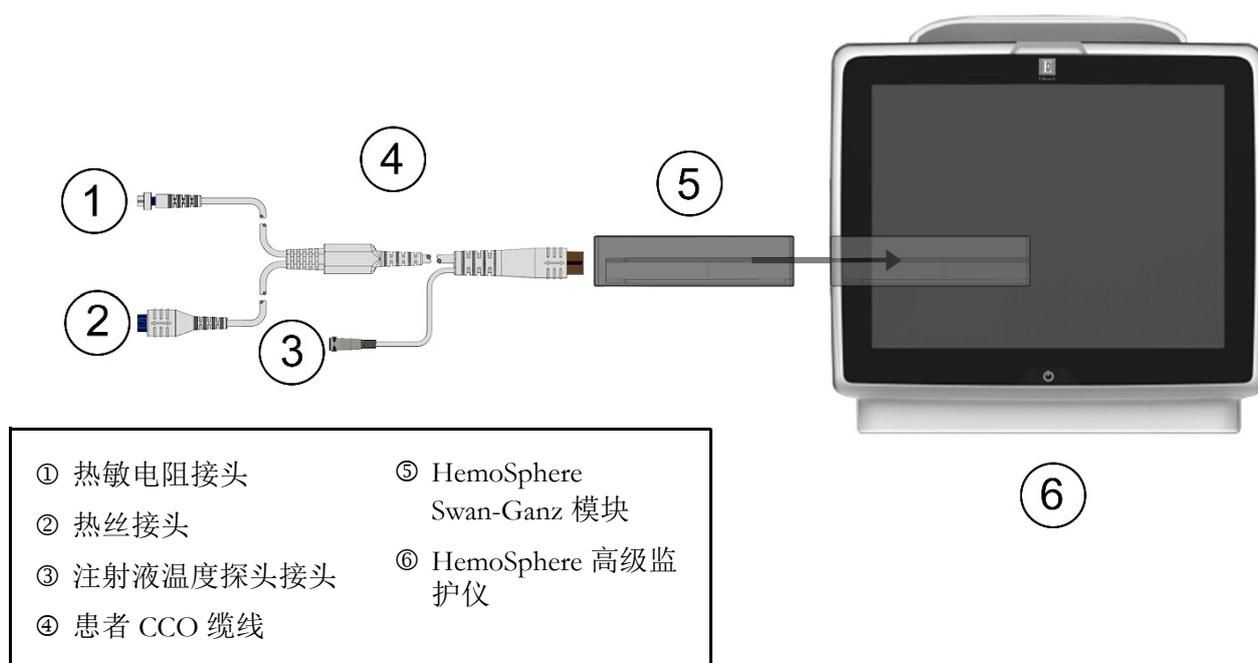

图 4-1 HemoSphere Swan-Ganz 模块监测连接概览
请参阅图 4-1 了解 HemoSphere Swan-Ganz 模块监测连接。
- 10 将热敏电阻 ① 和热丝 ② Swan-Ganz CCO 导管接头（图 4-1）连接到患者 CCO 缆线。
- 10 将 Swan-Ganz 导管热敏电阻接头（①，图 4-1）连接到患者 CCO 缆线。
- 11 将注射液温度探头连接到患者 CCO 缆线上的注射液温度探头接头 ③。注射液系统类型（嵌入式或浴式）会被自动检测。
10 将热敏电阻 ① 和热丝 ② Swan-Ganz 容积导管接头 (图 4-1) 连接到患者 CCO 缆线。